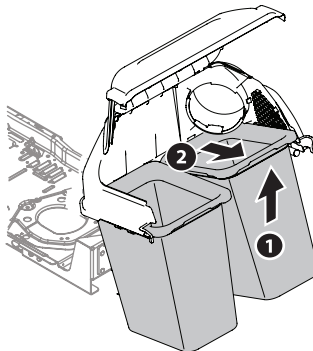

Figura 19
2. Retire las bolsas de césped, levántolas (1) y separándolas del conjunto de soporte de las bolsas (2). Consulte la Figura 19.